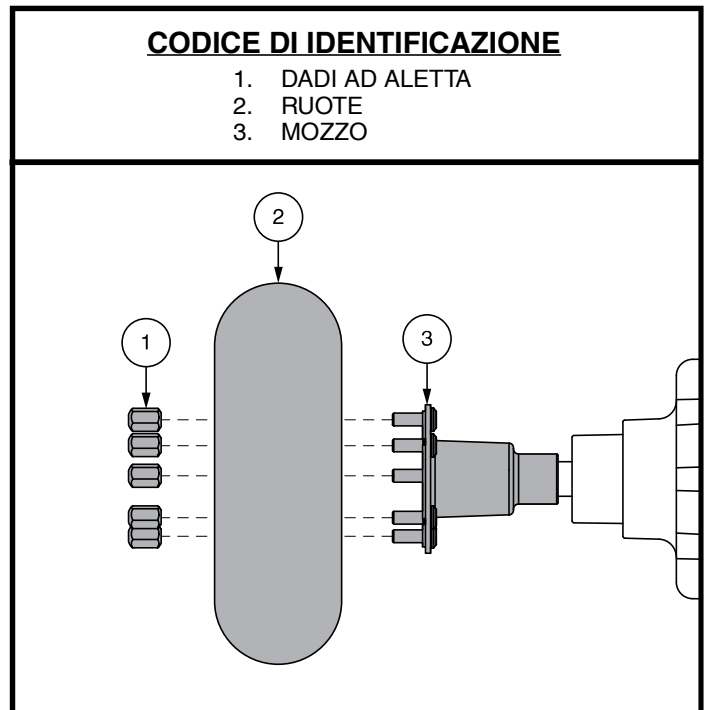

Figura 29. Ruota motrice smontata
4. Rimuovere i dadi ad aletta. **Vedere figura 29.**